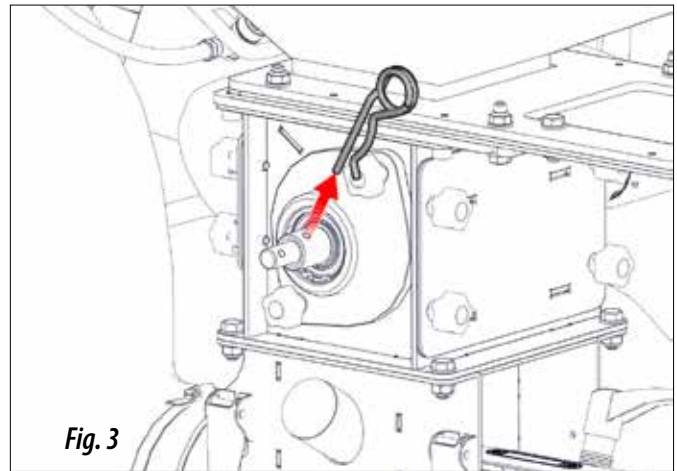

Fig. 3
- 1- Sacar el pasador "R" (Fig. 3).